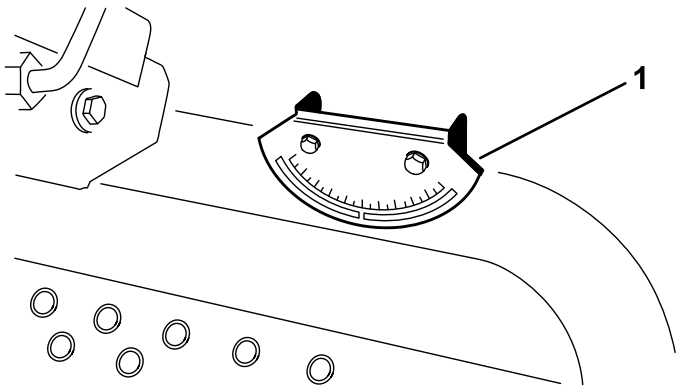

图 4
**注意** 机器上安装的角度指示器现在的读数也应该为 0° 图 4。